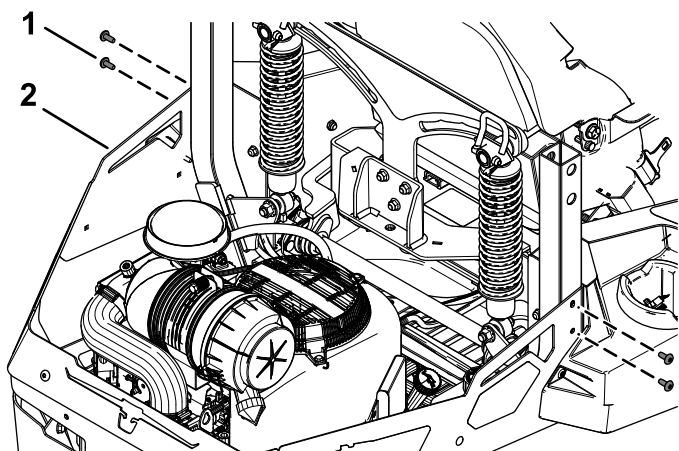

Figura 1
3. Remova os quatro parafusos de cabeça de tremoço (5/16 x 3/4 pol.) das proteções traseiras (Figura 1).
7. Prenda os quatro parafusos de cabeça de tremço ($\frac{5}{16} \times \frac{3}{4}$ pol.) previamente removidos nas proteções traseiras (Figura 1).